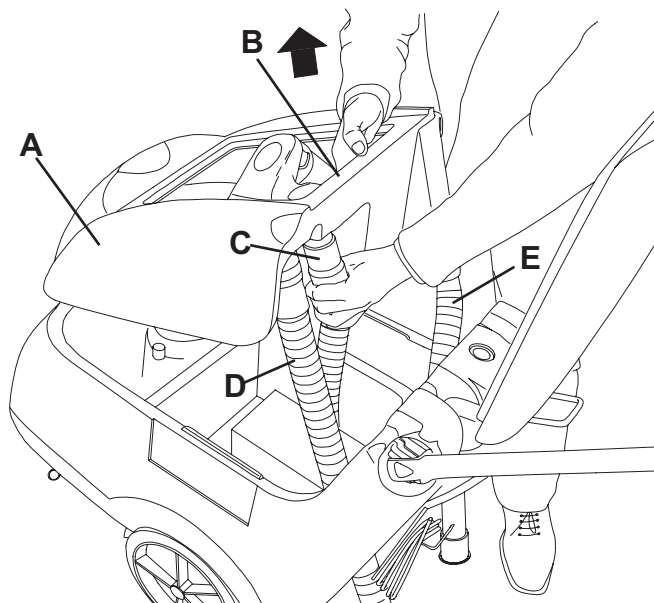

Abbildung 2
6. Das Ansaugrohr (22) von der Sauglippe (11) lösen.
7. Das Ablassrohr Sammelwasser (16) aus dem Halter (17) trennen.
8. Den Deckel (6) öffnen.
9. Den Sammelwassertank (A, Abb. 2) in den Bereich (B) halten und leicht heben.
10. Das Ansaugrohr (C) aus dem Tank trennen, dann den Tank (A) mit Rohren (D) und (E) entfernen.
11. Die Batterien an die Maschine nach dem Plan (28) einbauen.
12. Den Tank (A, Abb. 2) beim Durchführen der Schritte 6. bis 10. in umgekehrter Reihenfolge wieder einbauen.